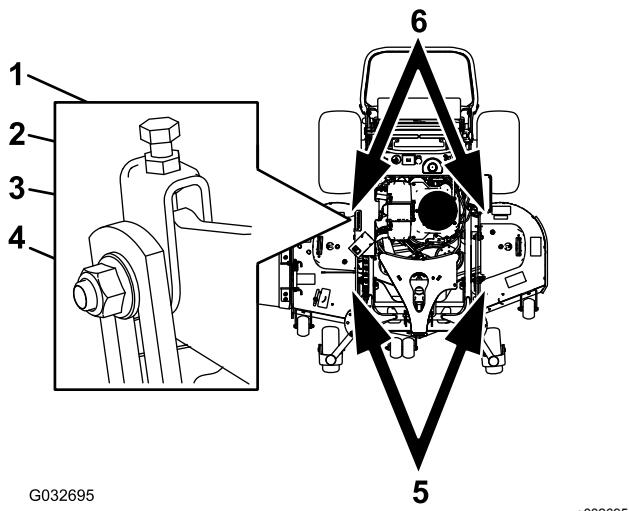

Figure 88
1. Desserrez l'écrou de blocage et l'écrou latéral dans les chapes que vous voulez régler (Figure 88).
2. Tournez le boulon supérieur de ces chapes pour régler la hauteur du tablier de coupe (Figure 88).
5. Si la mesure n'est pas correcte, localisez les 2 chapes avant sur la machine (Figure 88).